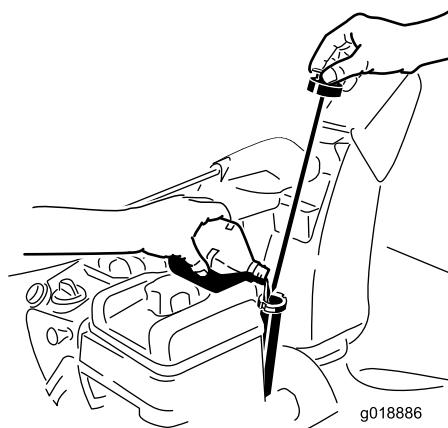

Figure 14
1. Retirez la jauge et versez de l'huile lentement dans le goulot de remplissage pour faire monter le niveau de liquide jusqu'au repère du plein (Full) sur la jauge. **Ne remplissez pas excessivement**(Figure 14).